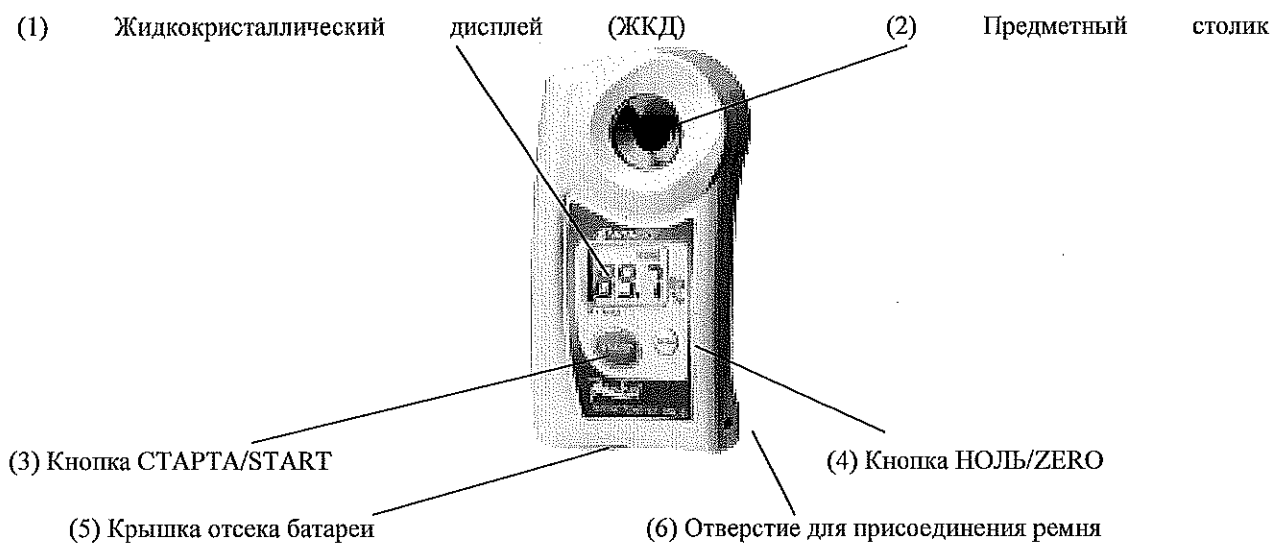

Рис. 1
(1) Жидкокристаллический дисплей (Рис. 1)